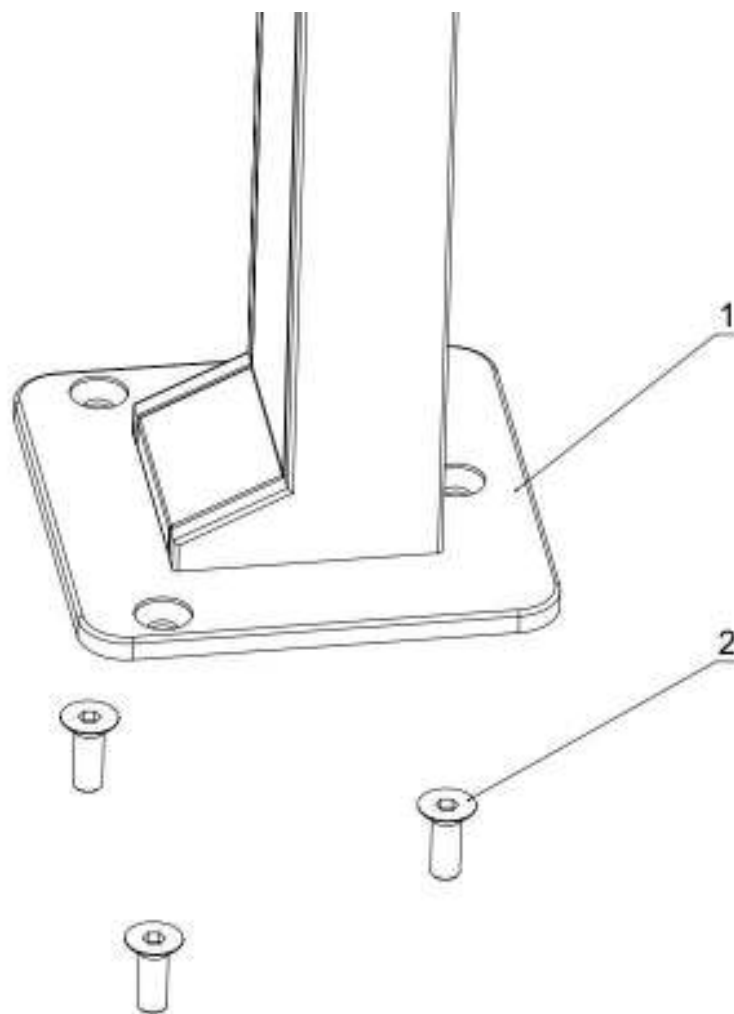

Рис. 8. Схема установки турникета
4.2.8. Совместите отверстия в опоре турникета (1, рис. 8) с анкерами в полу. Проверьте вертикальность установки в 2-х плоскостях, при необходимости используйте стальные прокладки требуемой толщины для правильной установки турникета. Закрепите стойку турникета тремя винтами М8 (2, рис. 8), закрутив их в соответствующие анкера, используя ключ для винта с внутренним шестигранником S5. Установите крышку основания на двухсторонний скотч